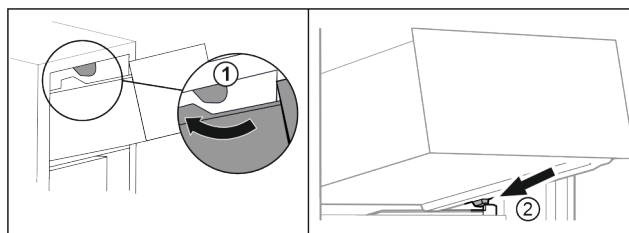

Fig. 83
- ▶ Vedte zásuvku podél horních zářáček. Fig. 83 (1)
- ▶ Nasadte zásuvku šikmo za dolní zářáčky na žebrovaní na nádoby. Fig. 83 (2)